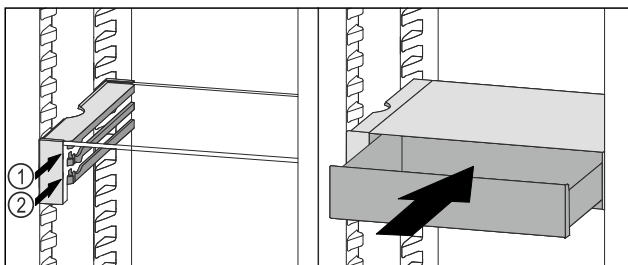

Fig. 90
- Sæt VarioSafe-skuffen ind bag stoppene på den ønskede ribbe Fig. 90 (1) eller Fig. 90 (2).